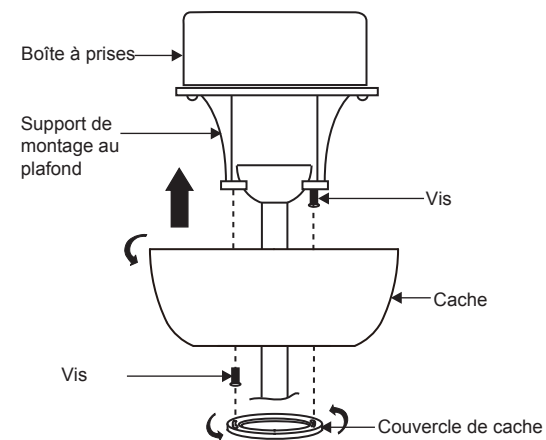

Fig. 14
Étape 2. Faites glisser le cache jusqu'au support de montage et placez l'une des fentes en forme de trou de serrure au-dessus de la vis de montage sur le support de montage. Tournez le cache jusqu'à ce que la tête de la vis soit verrouillée en place à la section étroite du trou de serrure. Voir la figure 14.
**REMARQUE :** Régler les vis du cache jusqu'à ce que le cache et le couvercle du cache soient ajustés correctement.(Fig. 14)